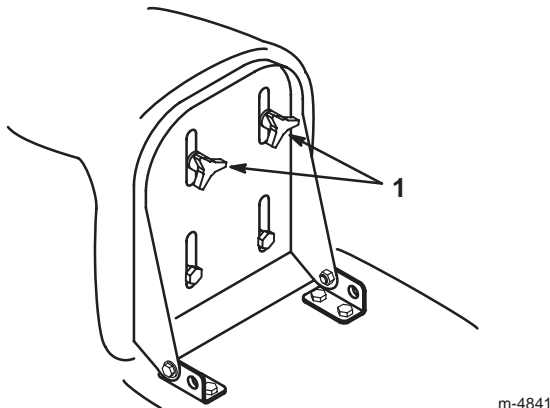

Bild 3
1. Heben Sie den Sitz an und lösen Sie die Einstellhandräder (Bild 3).